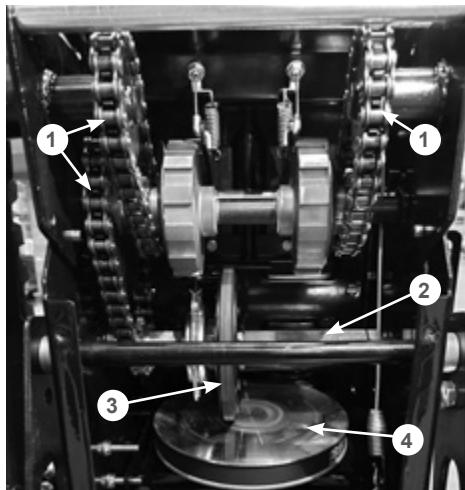

Рис. 50 Обслуживание трансмиссии
Если при нажатом рычаге включения хода снегоотбрасыватель не движется или при нажатии на рычаг включения хода слышны посторонние звуки, а регулировка длины троса включения хода не позволяет устранить проблему, возможно, фрикционное колесо 3 (Рис. 50) полностью износилось и его необходимо заменить.
- Нанесите универсальную низкотемпературную смазку CHAMPION EP-0 тонким слоем на цепи 1 и шестигранный вал 2 фрикционного колеса (Рис. 50).
Не допускайте попадания смазки на резиновое фрикционное колесо 3 и ведущий диск 4 (Рис. 50).
5. Проверьте состояние фрикционного колеса 3 (Рис. 50). Если высота резинового кольца относительно фрикционного колеса 2 мм и менее, если на резиновом кольце имеются повреждения и разрывы, фрикционное колесо необходимо заменить.